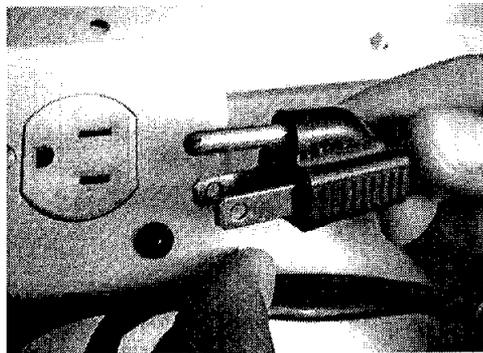

FIG. 27
1. Conecte la clavija del regulador al contacto eléctrico ver fig. 27.